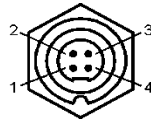

Fig. 3: Zählweise der 4-poligen Rundbuchse/ *Counting order of the 4-pin round connectors*
Die Zählweise für die PINs der 4-poligen Rundbuchse können Fig. 3 entnommen werden./
*The counting order of the 4-pin round connector is shown in Fig. 3.*